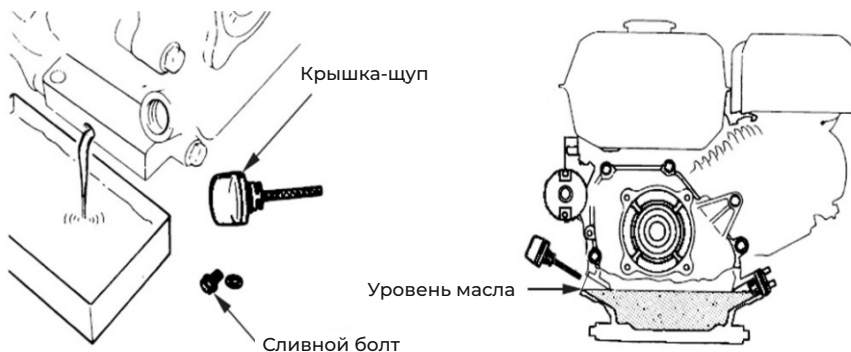

Рис. 8
5.2 Проверка уровня масла в двигателе (рис. 8)